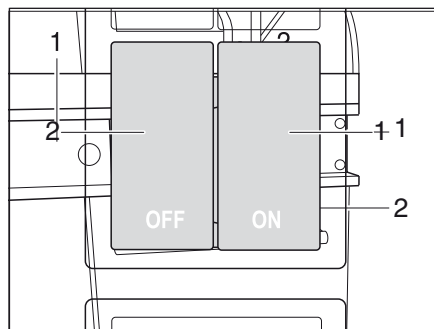

Bild 16 Brytare för köksmanöverradens centrallås
Köksmanövrerad är försedd med ett centrallås. Luckorna och lådorna i köket kan låsas och låsas upp manuellt med brytaren (Bild 16).
**Låsa** ■ Tryck på brytaren (Bild 16,2). Luckor och lådor i köket är låsta.
**Låsa upp** ■ Tryck på brytaren (Bild 16,1). Luckor och lådor i köket är upplåsta.